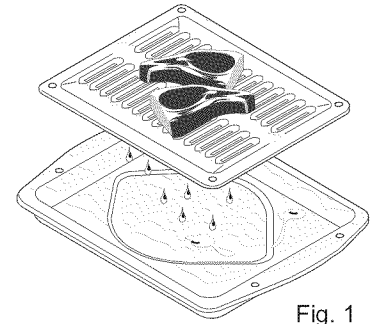

Fig. 1
5. Coloque el inserto en la asadera, luego coloque la comida sobre el inserto (ver Fig. 1; algunos modelos). **NO** use la asadera sin el inserto ni lo cubra con papel de aluminio. La grasa expuesta se puede incendiar.